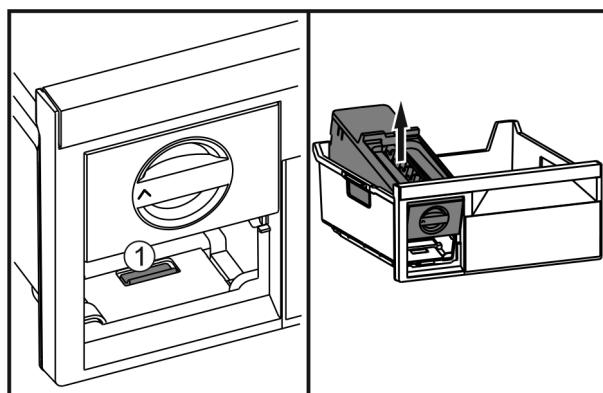

Fig. 47
- ▶ Stlačte sponu Fig. 47 (1), nadvihnite zariadenie EasyTwist-Ice zo zadu a vyberte ho zo zásuvky na zmrazovanie.